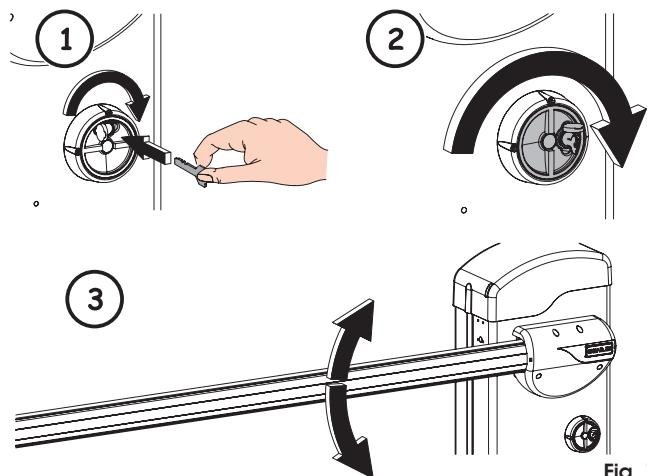

Fig. 1
- Introduire la clé dans le dispositif de déverrouillage et la tourner en sens horaire jusqu'à son arrêt, d'après la Fig. 1 réf. ①.
arrêt, fig. 1 réf. ②
• Actionner manuellement la lisse, Fig. 1 réf. ③.